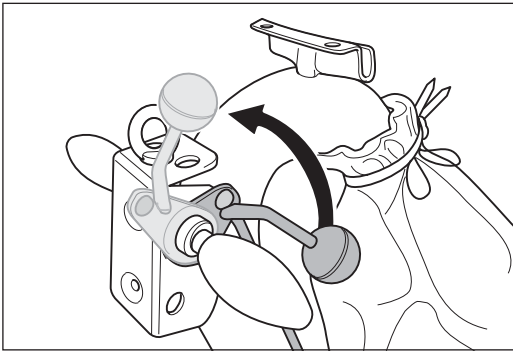

Abb. 44 Den Ablasshebel am Handgriff bis zum Anschlag nach oben ziehen. Dadurch wird die Schleifwalze vom Boden abgehoben.
- 1 Ziehen Sie den Ablasshebel am Handgriff bis zum Anschlag nach oben (Abb. 44). Dadurch wird die Schleifwalze vom Boden abgehoben.